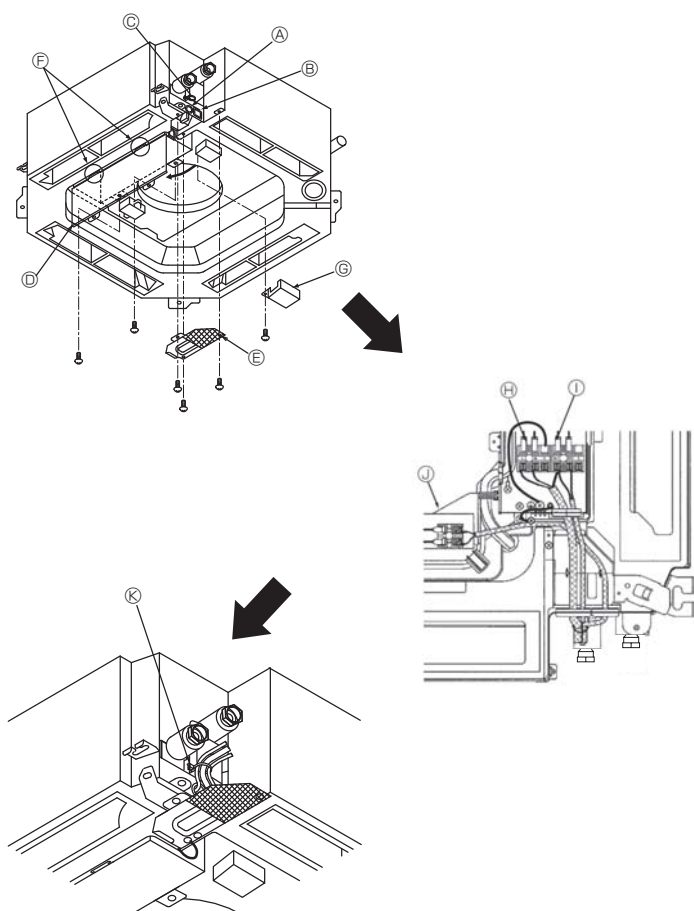

Fig. 5-1
5.1. Appareil intérieur (Fig. 5-1)